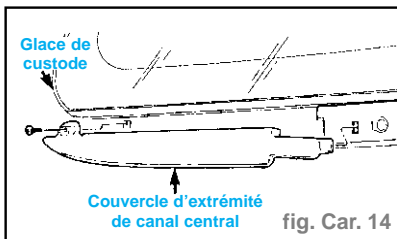

fig. Car. 14
- Déposer le couvercle de l'extrémité du canal de galet central (fig. Car. 14).
- Poser le couvercle du canal central (fig. Car. 14).